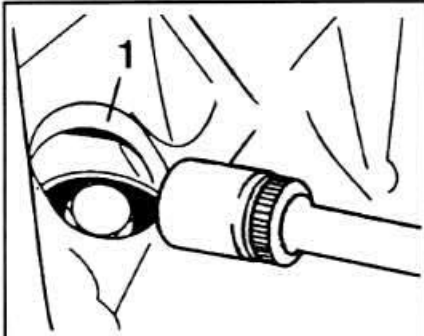

Рис. 7-5. Отвертывание болтов крепления гидротрансформатора крутящего момента к ведущему фланцу с помощью ключа BMW 24 1110:
- Отвернуть болты крепления гидротрансформатора к ведущему фланцу, поочередно устанавливая болты против отверстия в картере гидротрансформатора поворотом коленчатого вала вручную (рис. 7-5).